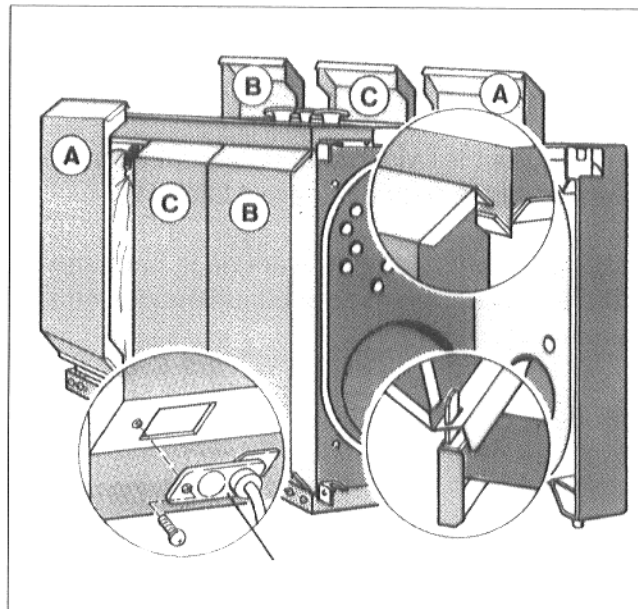

Fig. 12
- Fixer le câble brûleur en tournant soit la douille en plastique ou l'écrou (Fig. 12).
Selon l'implantation, accrocher la tôle de fermeture portant le câble brûleur dans la paroi latérale gauche ou droite et la fixer à l'aide de la vis Parker (Fig. 12).
Remarque : Respecter les lettres marquées sur les parois latérales (Fig. 12).
- A gauche et à droite, mettre en place les 2 ou 3 parties de chaque face latérale : dans leur partie inférieure, glisser les fentes sur les languettes de la baguette latérale du cadre, dans la partie supérieure, les accrocher dans le rebord du capot latéral de la chaudière (Fig. 12).